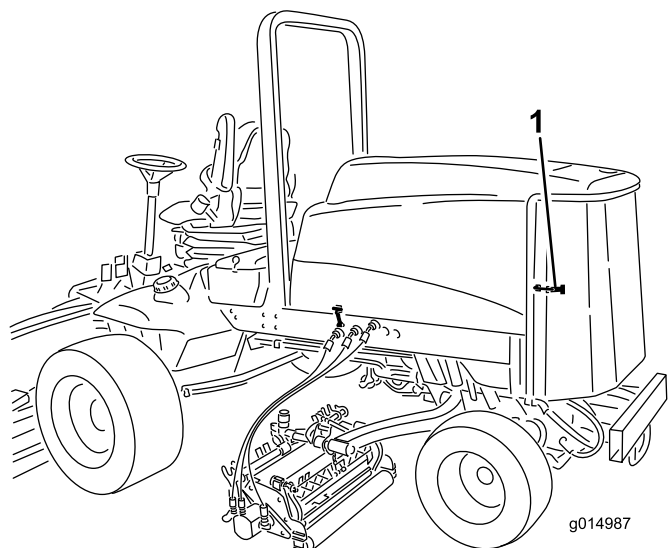

Figura 76
1. Destranque e abra o painel traseiro (Figura 76). Limpe cuidadosamente os detritos do painel.